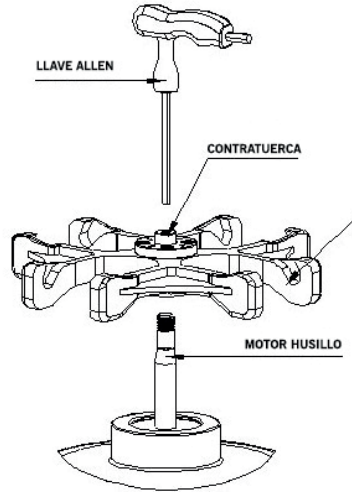

Figura 4: Esquema de instalación del rotor
- Como se muestra en la Figura 4, prepare el rotor que desea utilizar. Sujete el rotor con ambas manos, alinee el orificio central del rotor con el eje del motor, colóquelo verticalmente y en la parte inferior de la superficie cónica del eje. Suelte ambas manos, presione el rotor hacia abajo con las manos de nuevo.